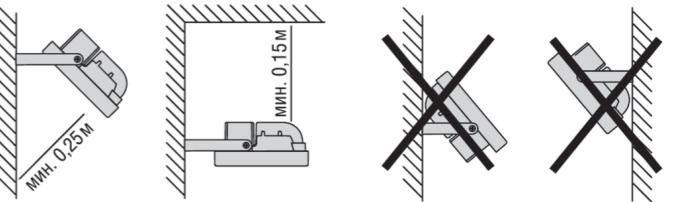

Рисунок 2
- б) При установке соблюдайте правила, указанные на рис. 2